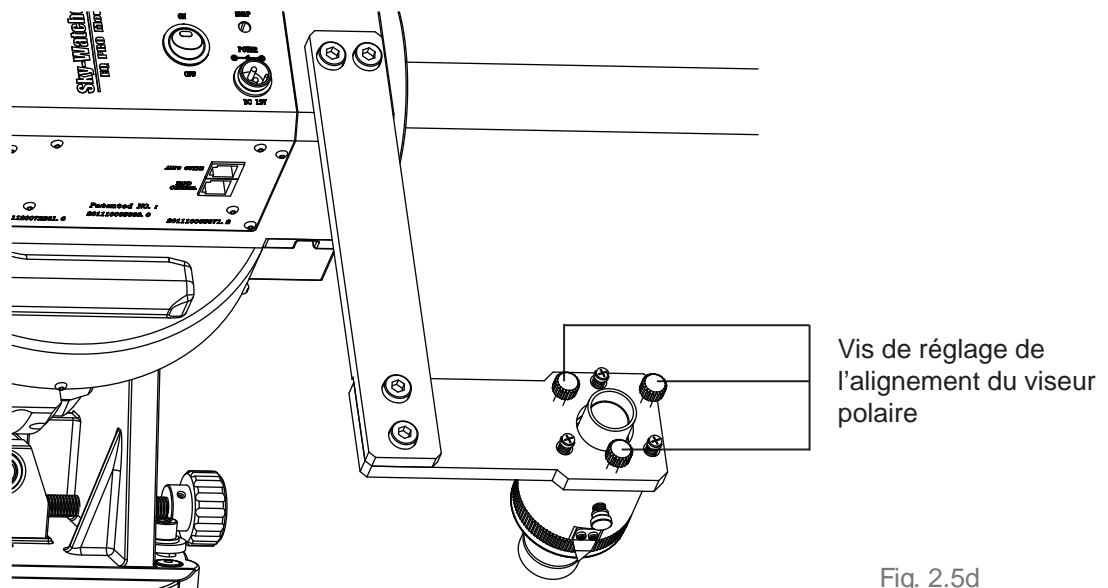

Fig. 2.5d
5. Si la cible quitte le centre du réticule, corrigez la moitié de la dérive observée en utilisant les 3 vis moletées à l'arrière du support du viseur (Fig. 2.5d).